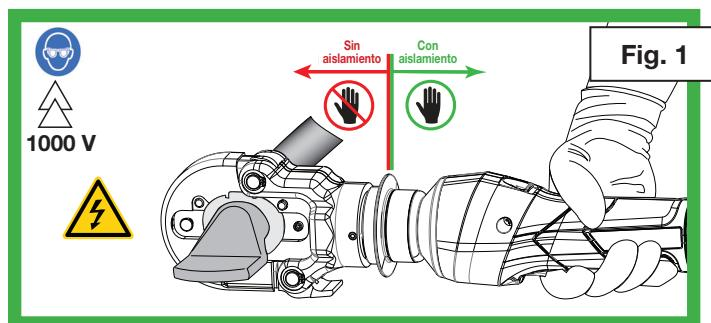

Fig. 1
- Toque la herramienta solo en el mango aislado. (Fig. 1)